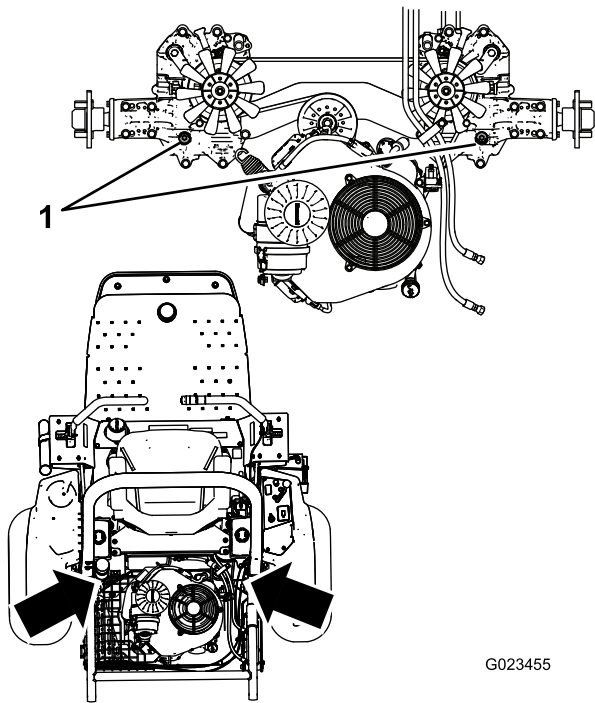

Figura 72
**Nota:** Para que el fluido salga más rápidamente del sistema, puede retirar el tapón (Figura 72) de la parte superior de cada transmisión hidrostática. Cuando el fluido empiece a salir del orificio, instale el tapón y siga llenando el depósito hasta que el fluido llegue al nivel correcto.